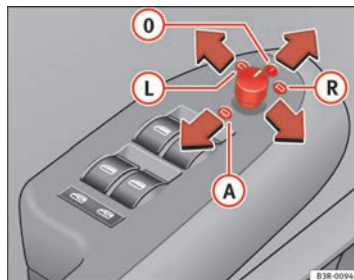

Abb. 104 Ausschnitt aus Armlehne: Drehknopf
- Drehen Sie den Drehknopf in Stellung ⇒ Abb. 104 **(L)** (Fahreraußenspiegel) oder in Stellung **(R)** (Beifahreraußenspiegel).
Beim Einlegen des Rückwärtsgangs kippt die Spiegelfläche etwas nach unten, wenn auf den Beifahreraußenspiegel umgestellt ist (Drehknopf in Stellung **R**  $\Rightarrow$  Seite 135, Abb. 104). Dadurch wird beim Einparken die Sicht zur Bordsteinkante ermöglicht.